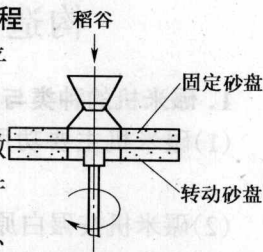

图 1-2 砂盘砻谷机
(1)砂盘砻谷机是由上下两片平卧的金刚砂盘组成,如图 1-2 所示。